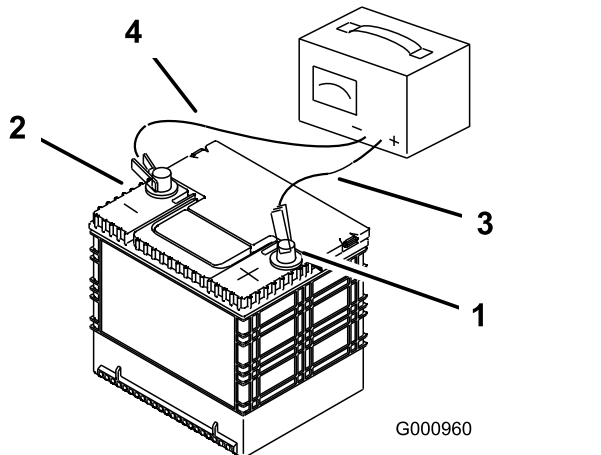

Bild 48
3. Wenn die Batterie ganz aufgeladen ist, ziehen Sie den Stecker des Ladegeräts aus der Dose. Klemmen Sie dann die Klemmen des Ladegeräts von den Batteriepolen ab (Bild 48).